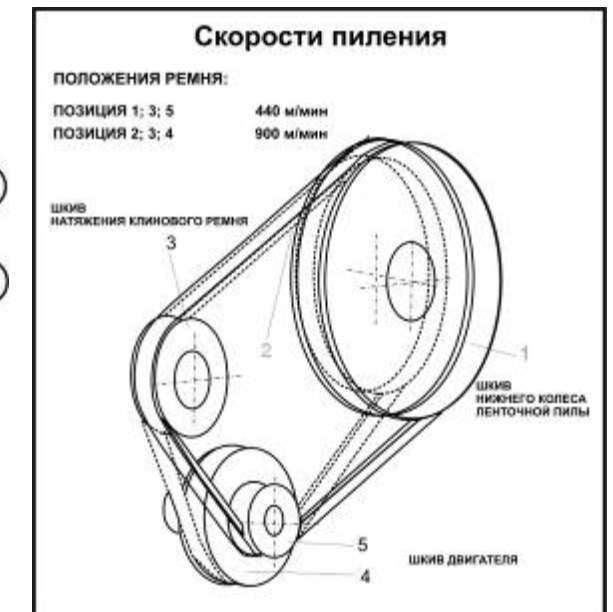

Рис. 15
11.7.4. Изменяя одновременно положение ремня (46) на шкивах (45 и 47), согласно схеме на Рис.15 установите скорость движения пильной ленты (9) - 440 м/мин или 900 м/мин.